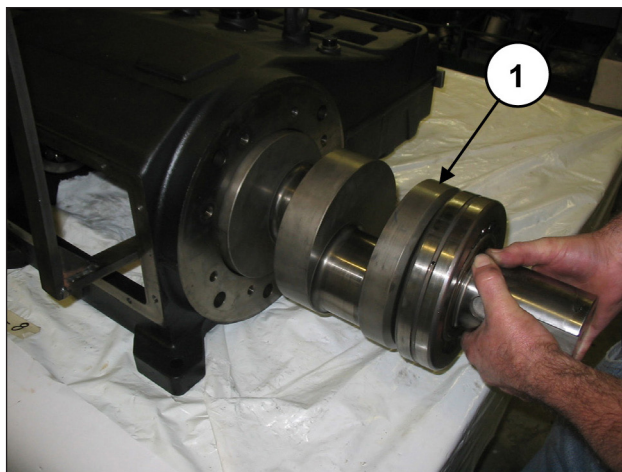
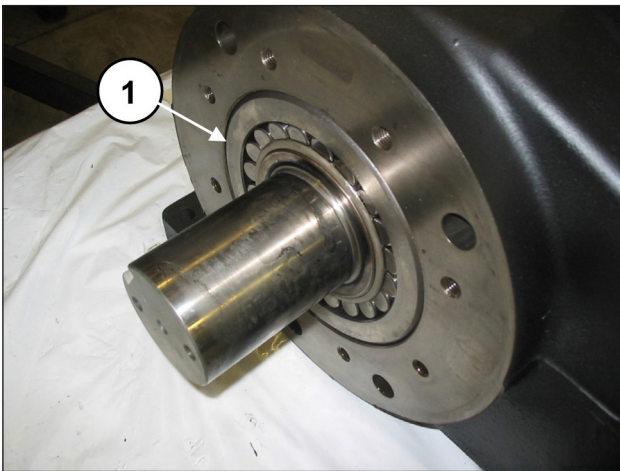

Abb. 30
Abb. 44
Entfernen Sie Welle und Lager (Pos. ①, Abb. 30).
Führen Sie die Welle ein (Pos. ①, Abb. 30), bis das vormontierte Lager bündig zur Kante des Gehäuses ausgerichtet ist (Pos. ①, Abb. 44).